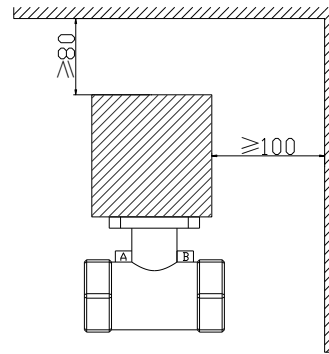

图 2
2. 阀体安装必须预留给执行器足够的拆装空间，如图 2，顶部距离执行器顶端不小于 80mm，左右两侧距离执行器不小于 100mm。